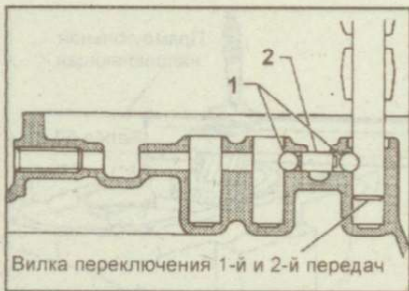

Рис. 9.265. Установка блокирующих шариков (1) и плунжера (2)
6. Установите блокирующие шарики и плунжер (рис. 9.265).